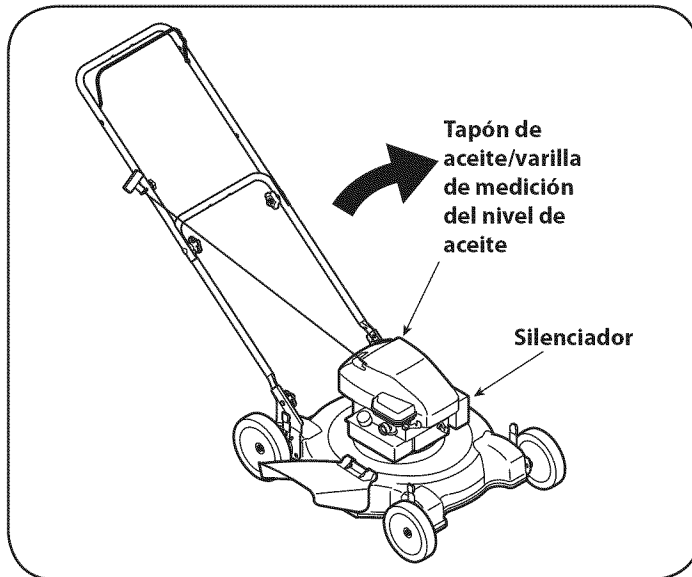

Figura 13
3. Quite la tapa/varilla medidora del nivel de aceite y drene el aceite al recipiente inclinando el motor hacia el tubo de llenado del aceite. Vea la Figura 13.
2. Inclina la cortadora de césped de modo que quede apoyada sobre el alojamiento, mantenga el silenciador de costado hacia abajo. Refiérase a la figura 13. Sostenga firmemente la cortadora.